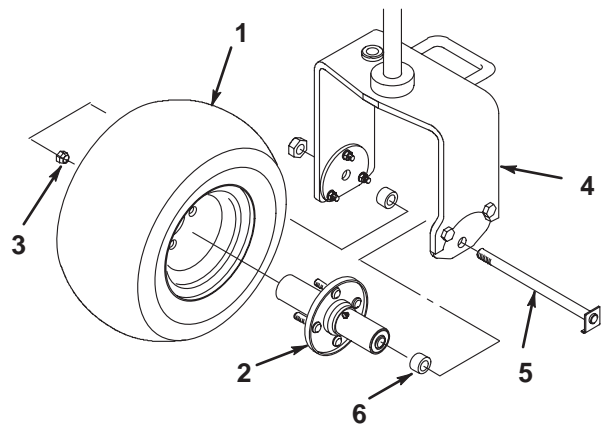

図 2
2. キャスタ・フォークからホイール・ボルトとロックナットを抜き取る ( 図 2 )。
5. ボルトの頭の曲がった部分をアダプタ・プレートの下の縁に掛け ( 図 2 )、ロックナットで固定する。車輪が自由に回転できるように、ロックナットを締めすぎないように注意する。